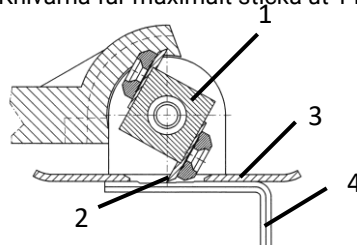

Bild 9: Ställa in kniv
- > Byt i förekommande fall ut kniven (**2** – bild 9).
- > Vrid valsen (**1** – bild 9) på ett sådant sätt att sticker ut maximalt ur styrplåten (**3** – bild 9).
- > Lägg an insexnyckeln (**4** – bild 9) mot styrplåten på ett sådant sätt att spåret med det önskade skärdjupet befinner sig under kniven.